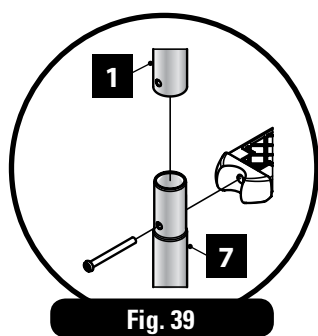

Fig. 39
- Assemble the upper handrail (1) and lower (7) introducing one into the other (figure 39). Fix the steps (6) into the handrails using the bolts (8), the washers (4) and the nuts (9).
- Position plugs (10) into the handrails to avoid the stepladder damaging the wall of the pool.
- When you have assembled the stepladder, place it on the edge with the handrail support (5) as a template.
- Inserte los embellecedores (2).
FR • Assembler la rampe supérieure (1) et inférieure (7) en les introduisant l'une dans l'autre (figure 39). Fixer les marches (6) aux rampes à l'aide des boulons (8), des rondelles (4) et des écrous (9).
- Positionner les tampons (10) sur les rampes pour éviter que l'échelle puisse abîmer la paroi de la piscine.
- Une fois l'échelle assemblée, positionner celle-ci sur la margelle en utilisant le support de rampe (5) comme gabarit.
- Insérer les enjoliveurs (2).
DE • Montieren Sie das obere Geländer (1) und das untere (7), indem sie eines in das andere stecken (Abb. 39). Befestigen Sie die Tritte (6) in den Geländern mit Hilfe der Bolzen (8), der Unterlegscheiben (4) und den Schrauben (9).
- Stecken Sie die Stöpsel (10) auf die Geländer, um zu vermeiden, dass die Treppe die Wand des Pools beschädigt.
- Nach dem Zusammenbau der Treppe befestigen Sie sie am Rand mit der Unterstützung des Geländers (5) als Muster.
- Inserire le coperture (2).
NL • Monteer de bovenste trapleuning (1) en de onderste (7) door het ene deel in het andere te steken (afbeelding 39). Steek de sporten (6) in de trapleuningen met behulp van de bouten (8), de ringen (4) en de moeren (9).
- Plaats de doppen (10) op de leuningen om te voorkomen dat de trap de wand van het zwembad beschadigt.
- Wanneer de trap is gemonteerd, plaats haar aan de rand met de trapleuningsteun (5) volgens patroon.